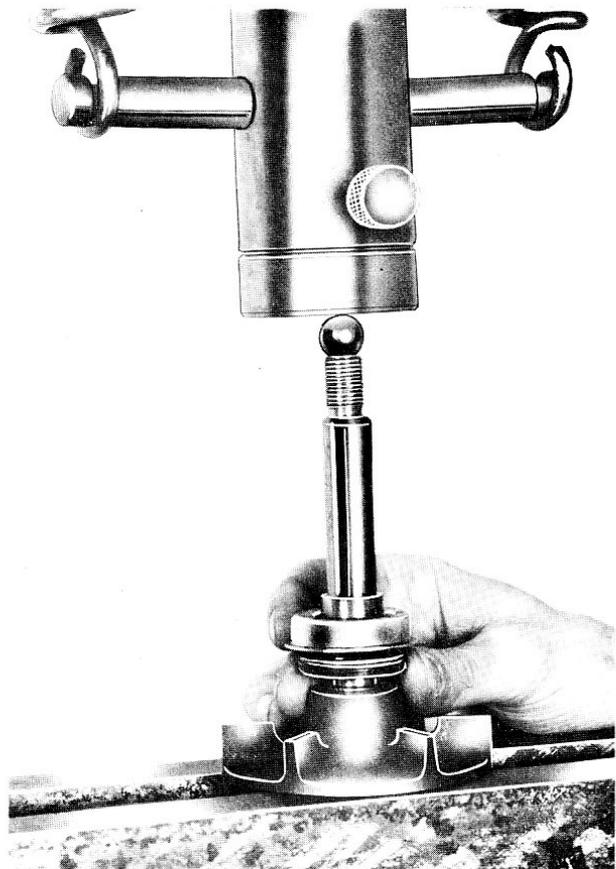

Fig. 6
- 2° A l'aide d'une presse, enfoncer l'arbre dans la turbine jusqu'à ce que l'épaule de l'arbre arrive presque au niveau de la face AV du moyeu de turbine (fig. 6).